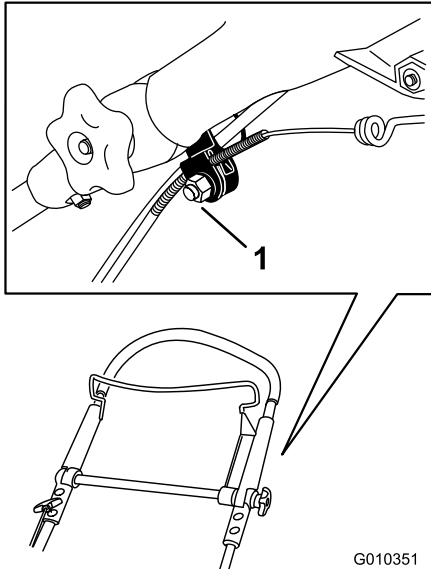

Bild 43
1. Lockern Sie die Mutter an der Kabelhalterung (Bild 43).